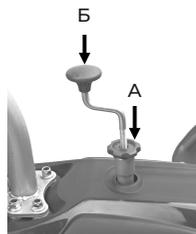

Рис. 13
Регулировка высоты щетки (рис. 13)
1. Переведите рукоятку (рис. 13, поз. А) вверх.
2. Вращением рукоятки (рис. 13, поз. Б), вправо или влево, отрегулируйте зазор (увеличивая или уменьшая) расстояние между щеткой и обрабатываемой поверхностью.
3. Зафиксируйте рукояткой (рис. 13, поз. А).